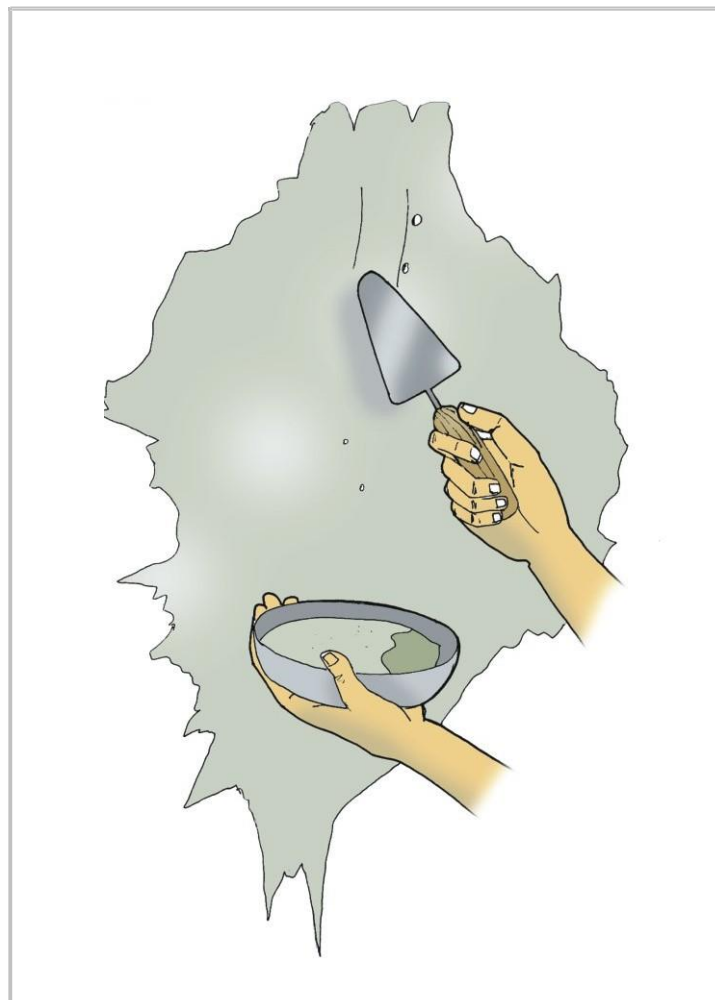

Fig. 2
2. Si la pared está estropeada, rellene los agujeros y las fisuras con yeso fino o masilla. Una vez seco el arreglo, lijelo para que la superficie a pintar esté pareja (Fig. 2).